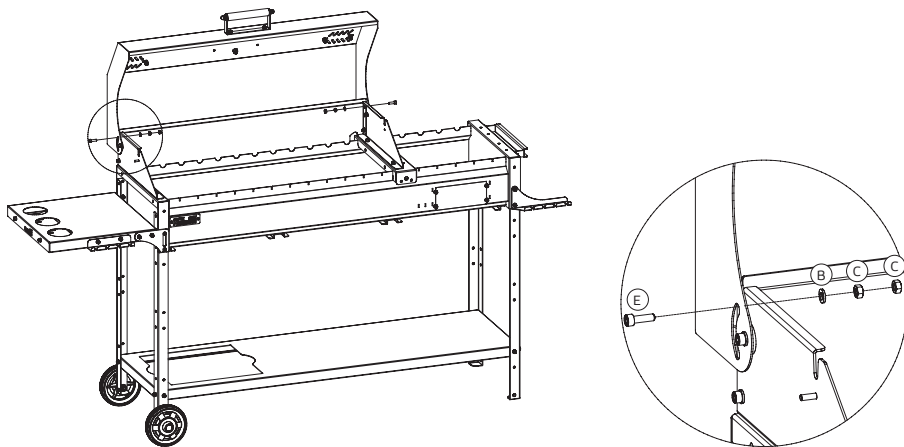

Рис. 36.
18. Прикрутить упоры крышки, используя винты (E) — 2 шт., шайбы (B) — 2 шт., гайки (C) — 4 шт. Закрутить до упора с помощью ключей (K) (рис. 36/37).